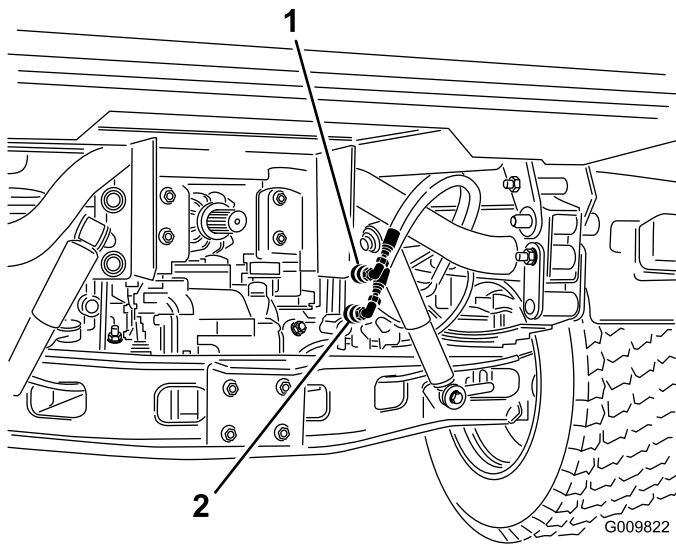

Bild 92
2. Schließen Sie an beiden Fahrzeugen die beiden Schnelkuppungsschläuche von den Schläuchen ab, die an der Schnelkuppungshalterung befestigt sind (Bild 92).